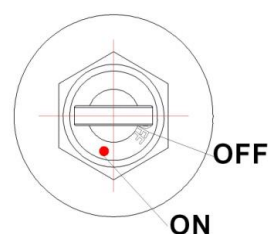
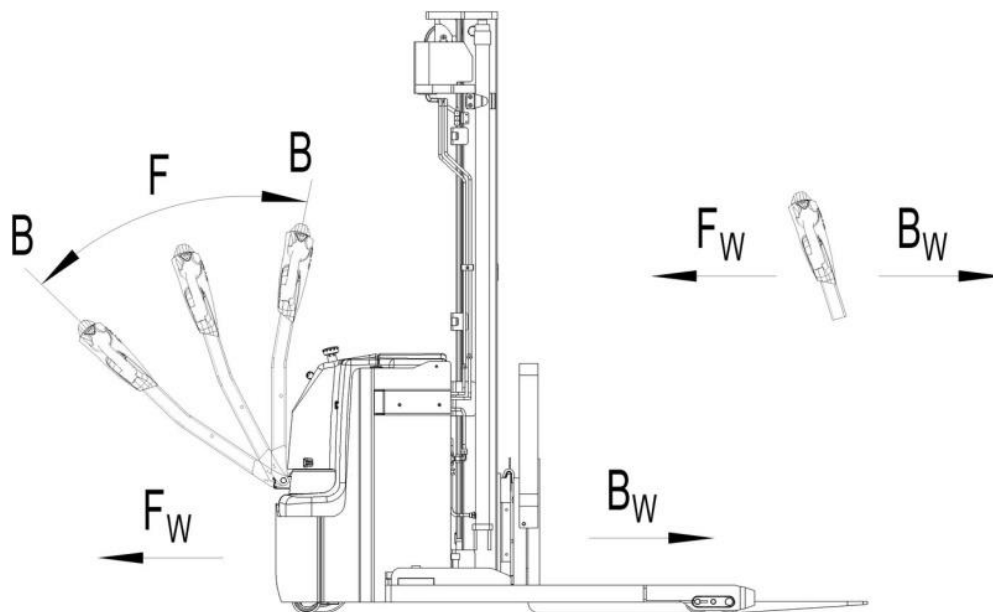

Рис.8: Замковый выключатель
Рис. 11: Направления движения
После того, как ключ повернут в положение «ON» (ВКЛ) (Рис.8) и аварийная кнопка вытянута, переведите ручку управления в рабочее положение («F», рис.11).
Отклоните маховики управления в нужном направлении «вперед» («Fw», рис. 11) или «назад» («Bw», рис. 11).
- Переключение маховиков управления (6) обратно в начальное положение или освобождение маховиков активирует систему торможения. Штабелер тормозит до полной остановки.
- При переключении маховиков управления (6) из положения «движение в одном направлении» в положение «движение в противоположном направлении», штабелер постепенно тормозит, пока не начнет движение в противоположном направлении.
- Штабелер тормозит, если ручку управления перевести в верхнее или нижнее положение к точкам торможения («В», рис.11). При отпускании рукоять управления автоматически возвращается в верхнее положение к точке торможения («В», рис.11). Штабелер будет тормозить, пока не остановится.
- Кнопка противоотката (безопасности) (5) защищает оператора от получения повреждений и травм. Если эта кнопка включена, штабелер тормозит и начинает движение в противоположном направлении («Вw», рис.11) на небольшое расстояние и останавливается. Необходимо помнить, что эта кнопка действует, даже если штабелер не едет, но ручка управления находится в рабочем положении.